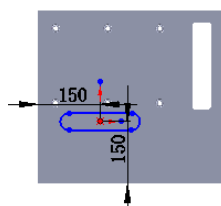

图 17.10.74 编辑草图
(4) 编辑草图, 如图 17.10.74 所示。退出草图环境, 完成成形特征 7 的创建。